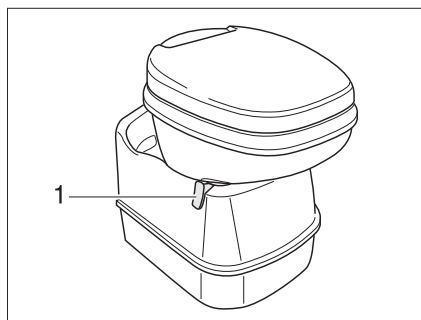
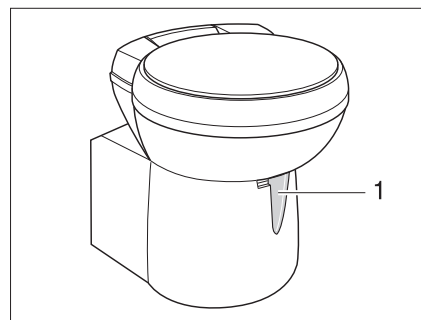

Fig. 234 Taza del inodoro Thetford, basculable
Fig. 235 Taza del inodoro Thetford, basculable (alternativa)
- Antes del lavado, abrir la corredera del inodoro Thetford. Para ello, empujar la palanca de corredera (Fig. 234,1 ó Fig. 235,1) en sentido contrario a las agujas del reloj.
- Desplazar la palanca de corredera (Fig. 234,1 ó Fig. 235,1) en sentido de las agujas del reloj. Se cierra la corredera. Para el vaciado **debe** estar cerrada la corredera en el inodoro Thetford.